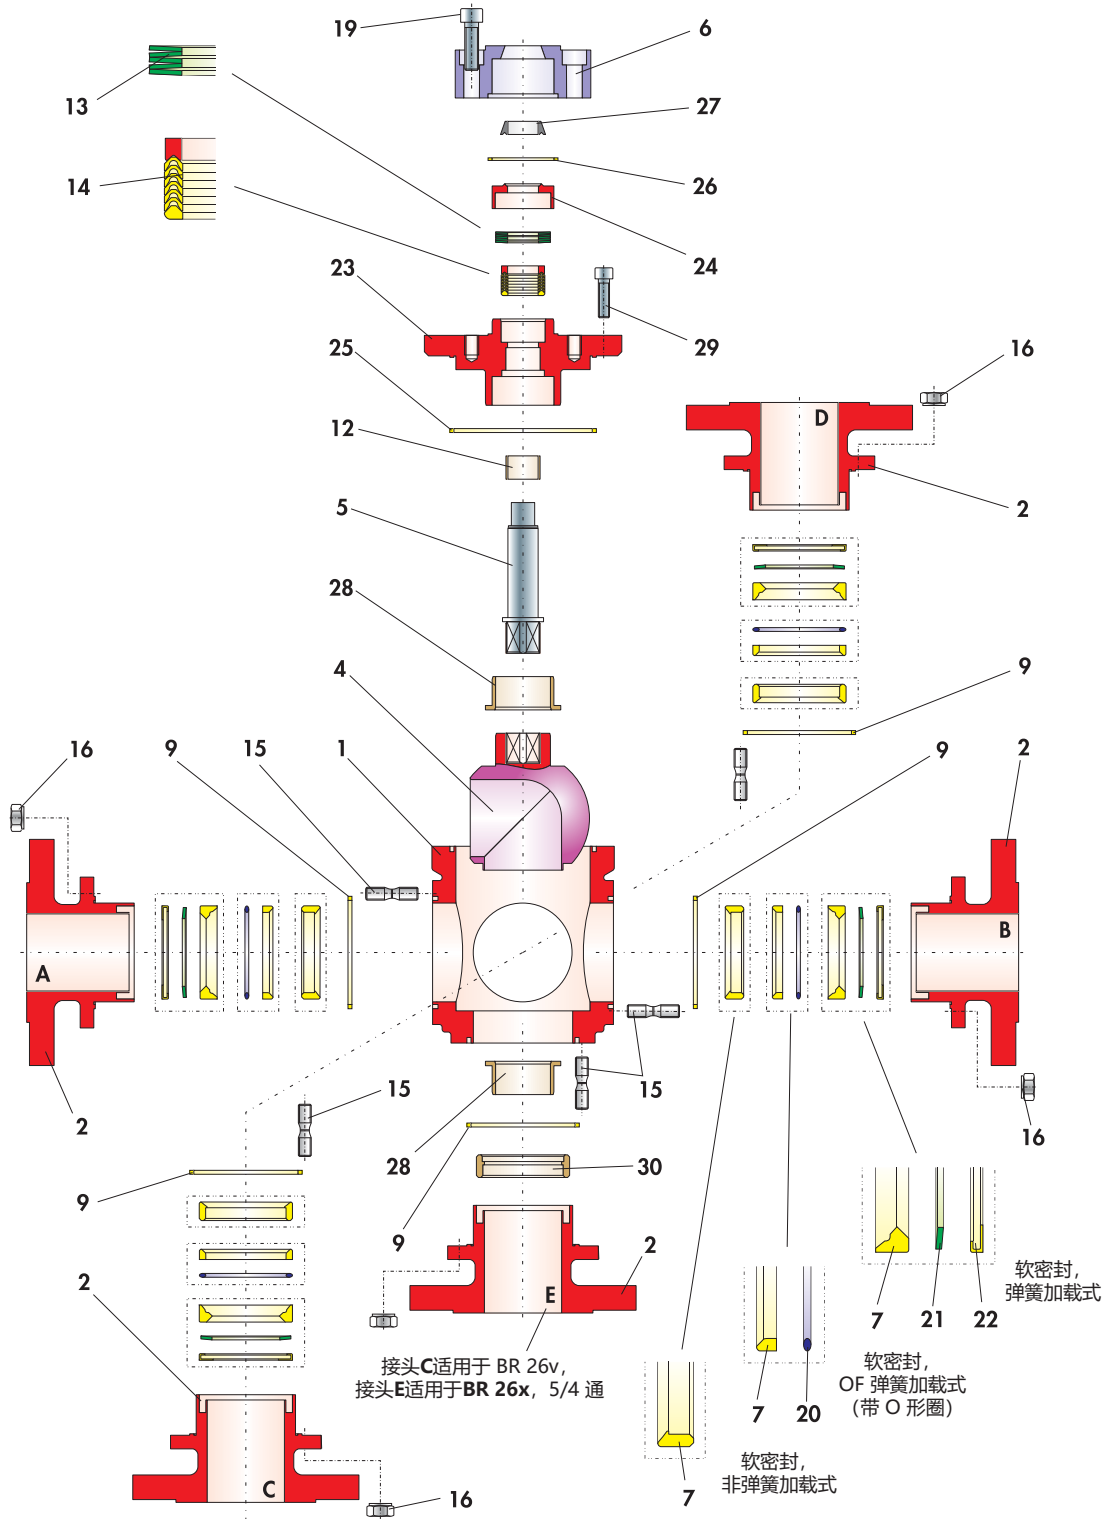

图 12-2: 多端口球阀 DN 40 至 200 和 NPS½ 至 8
- ⇒ 小心地将阀球 (4) 从控制轴 (5) 松开，并从主阀体 (1) 将其卸下。
- ⇒ 球阀型号，请参见图 12-2。
- ⇒ 松开螺钉 (15) 并小心卸下水平阀体法兰 (2)。